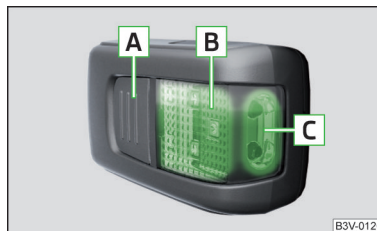

Fig. 142
Description de la lampe » fig. 142
- Pour **allumer** la lampe sortie, appuyez sur la touche **A** drücken » fig. 142. La **désactivation** de l'airbag est indiquée par le voyant.
Si vous n'éteignez pas la lampe et que celle-ci est correctement insérée dans son support, les diodes LED dans la partie avant **C** » fig. 142 de la lampe s'éteignent automatiquement.